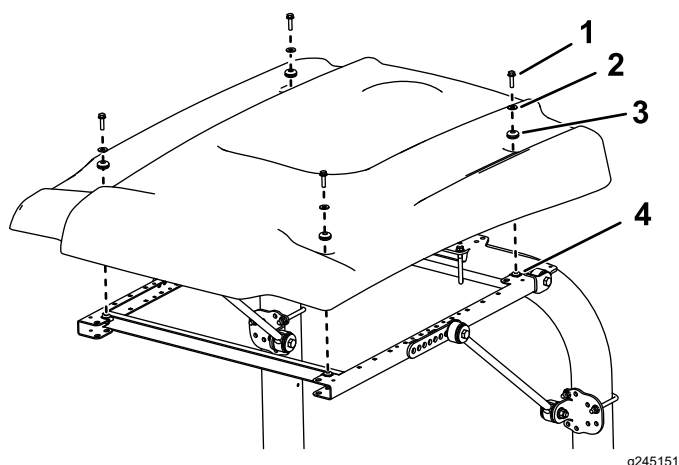

Figura 49
9. Alinee los taladros de montaje y posicione el toldo sobre el bastidor, según se muestra en Figura 49.
10. Sujete provisionalmente cada esquina del toldo al bastidor con un perno con arandela prensada (5/16" x 1 1/4"), una arandela pequeña y un anillo de goma (Figura 49).